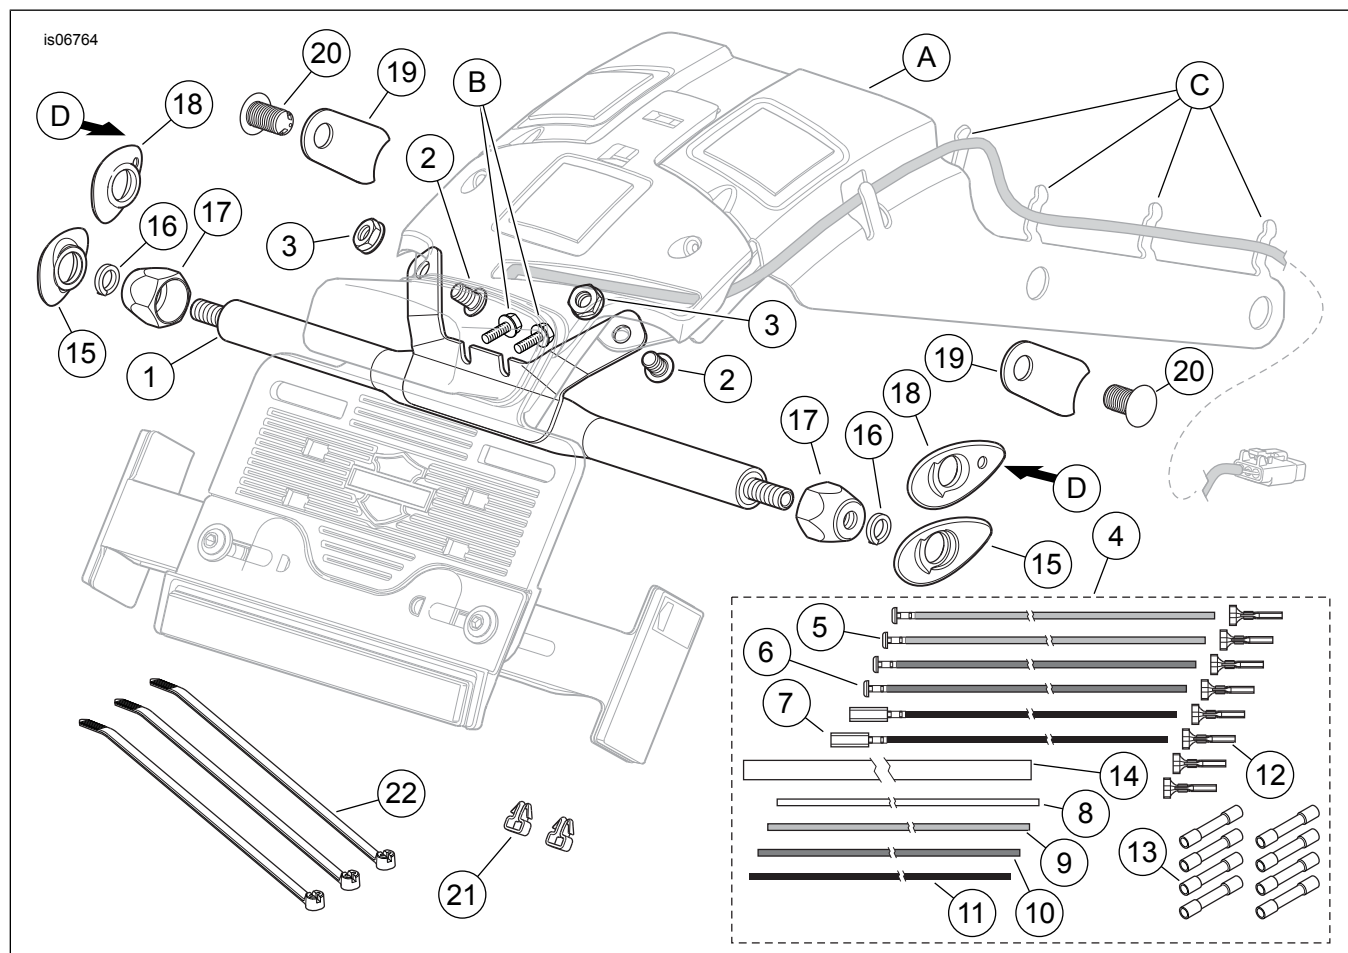

Figura 3. Piezas de servicio, kit de reubicación de las señales traseras/parada/de giro FXS
1. Vea Figura 3. Sin apretar, instale una contratuerca pintada de color negro (17) sobre uno de los espárragos con rosca en la pieza soldada de la barra de luces. Coloque una arandela de seguridad (16) sobre el espárrago junto a la contratuerca. Coloque una cubierta del receso negra (15), en la orientación que se muestra en el espárrago.
2. Inserte los cables de la luz STT a través del agujero pequeño en la cubierta negra de caucho del receso (18) en la dirección que se muestra (D).
3. Vea Figura 3. Sin apretar, instale una contratuerca pintada de color negro (17) sobre uno de los espárragos con rosca en la pieza soldada de la barra de luces. Coloque una arandela de seguridad (16) sobre el espárrago, contra la contratuerca.
1. Vea Figura 3. Inserte el cableado de la luz STT del lado derecho, siguiendo el paso del cableado del iluminador de la placa de matrícula a través del canal y detrás de las cuatro presillas (C) en el conjunto de soporte del módulo de la placa de matrícula (A), hacia la parte delantera del guardabarros y hacia afuera a través del agujero de paso de cable del guardabarros. Repita en el cableado de la STT del lado izquierdo.
2. Sujete el cableado al guardabarros con las presillas de cables (21) del kit.
5. Obtenga los seis terminales hembra (12) del kit y los conectores hembra de cuatro vías que se quitaron de los cables originales.
9. Use una correa de cables (22) del kit para asegurar el cableado.
11. **Después de instalar las alforjas**, instale las placas de cubierta (19) en las ubicaciones de donde se quitaron las luces STT de fábrica. Oriente la placa de cubierta con el lado curvo hacia el punto de acoplamiento. Inserte un pasador de presión (20) a través de la placa de cubierta para asegurarla al vehículo.